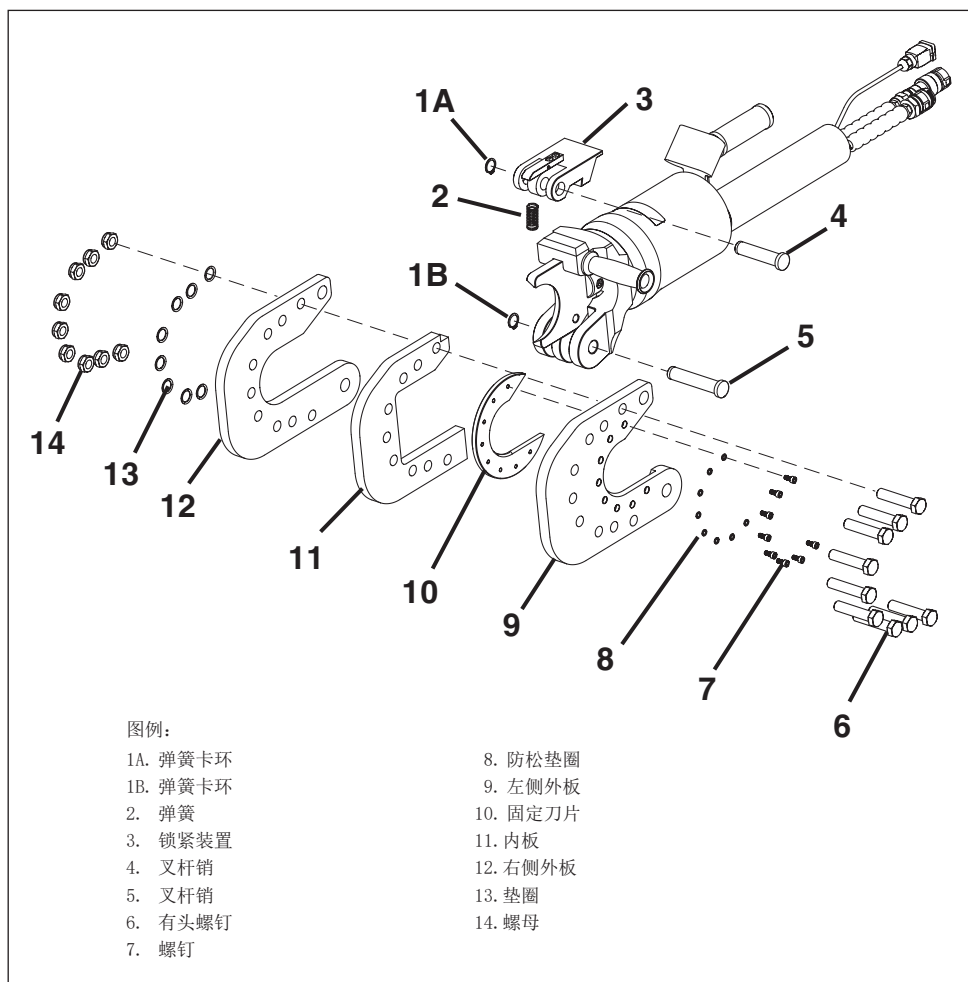

图 12，固定刀片更换（所示为 EWCH90 型号产品，EWCH140 与其类似）
请按下述步骤更换固定刀片。参见图 12。
6. 拆卸弹簧卡环（图 12，第 1B 项）。拆卸叉杆销（图 12，第 5 项）和切割头（图 12，第 6-14 项）。
7. 对于 EWCH90 型号产品来说，应拆卸九个有头螺钉（图 12，第 6 项）、垫圈（图 12，第 13 项）和螺母（图 12，第 14 项）。对于 EWCH140 型号产品来说，应拆卸六个内六角螺钉、垫圈和螺母。
8. 拆分左侧外板（图 12，第 9 项）、内板（图 12，第 11 项）和右侧外板（图 12，第 12 项）。
9. 对于 EWCH90 型号产品来说，应拆卸八个固定刀片螺钉（图 12，第 7 项）、垫圈（图 12，第 8 项）和固定刀片（图 12，第 10 项）。对于 EWCH140 型号产品来说，应拆卸七个固定刀片螺钉、垫圈和刀片。
10. 对于 EWCH90 型号产品来说，应使用八个固定刀片螺钉（图 12，第 7 项）和防松垫圈（图 12，第 8 项）将新的固定刀片（图 12，第 10 项）安装到左侧外板（图 12，第 9 项）之上，扭矩为 91 in-lb [10 Nm]。还应涂抹乐泰243 螺纹锁固胶或同类产品。
11. 对于 EWCH140 型号产品来说，应使用七个固定刀片螺钉（图 12，第 7 项）和防松垫圈（图 12，第 8 项）将新的固定刀片（图 12，第 10 项）安装到左侧外板（图 12，第 9 项）之上，扭矩为 18 ft-lb [25 Nm]。还应涂抹乐泰243 螺纹锁固胶或同类产品。
12. 装配左侧外板（图 12，第 9 项）、内板（图 12，第 11 项）和右侧外板（图 12，第 12 项），对于 EWCH90 型号产品来说，应使用九个有头螺钉（图 12，第 6 项）、垫圈（图 12，第 13 项）和螺母（图 12，第 14 项），而对于 EWCH140 型号产品来说，应使用六个内六角螺钉、垫圈和螺母。扭矩为 155 ft-lb [211 Nm]。还应涂抹乐泰243 螺纹锁固胶或同类产品。
13. 使用叉杆销（图 12，第 5 项）和弹簧卡环（图 12，第 1B 项），将切割头（图 12，第 6-14 项）固定至工具主体。